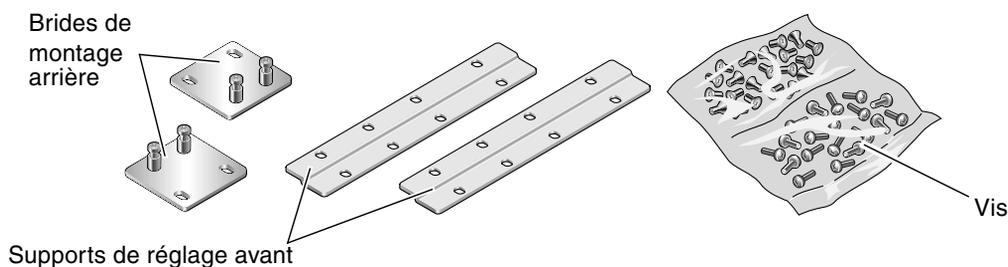

FIGURE 3-17 Contenu du kit de montage en rack de 600 mm à quatre montants
6. Retirez les supports de réglage avant de 600 mm du kit du rack (voir FIGURE 3-17).
10. Retirez les deux brides de montage arrière du kit (voir FIGURE 3-17).